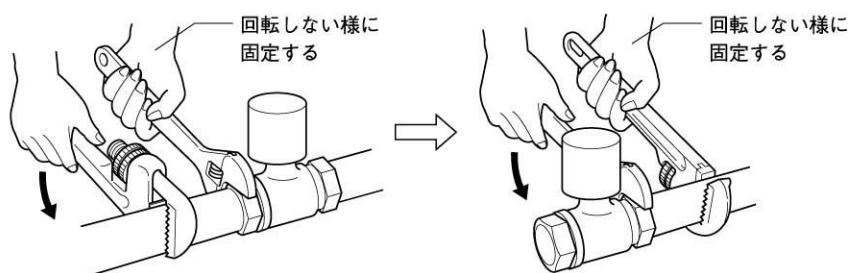

図24
- ① バルブを配管から取外す場合は、配管内部に流体が滞留していないことを確認し図24の通り、取外す配管に近い側のバルブスパナ掛け部を使用し取外してください。